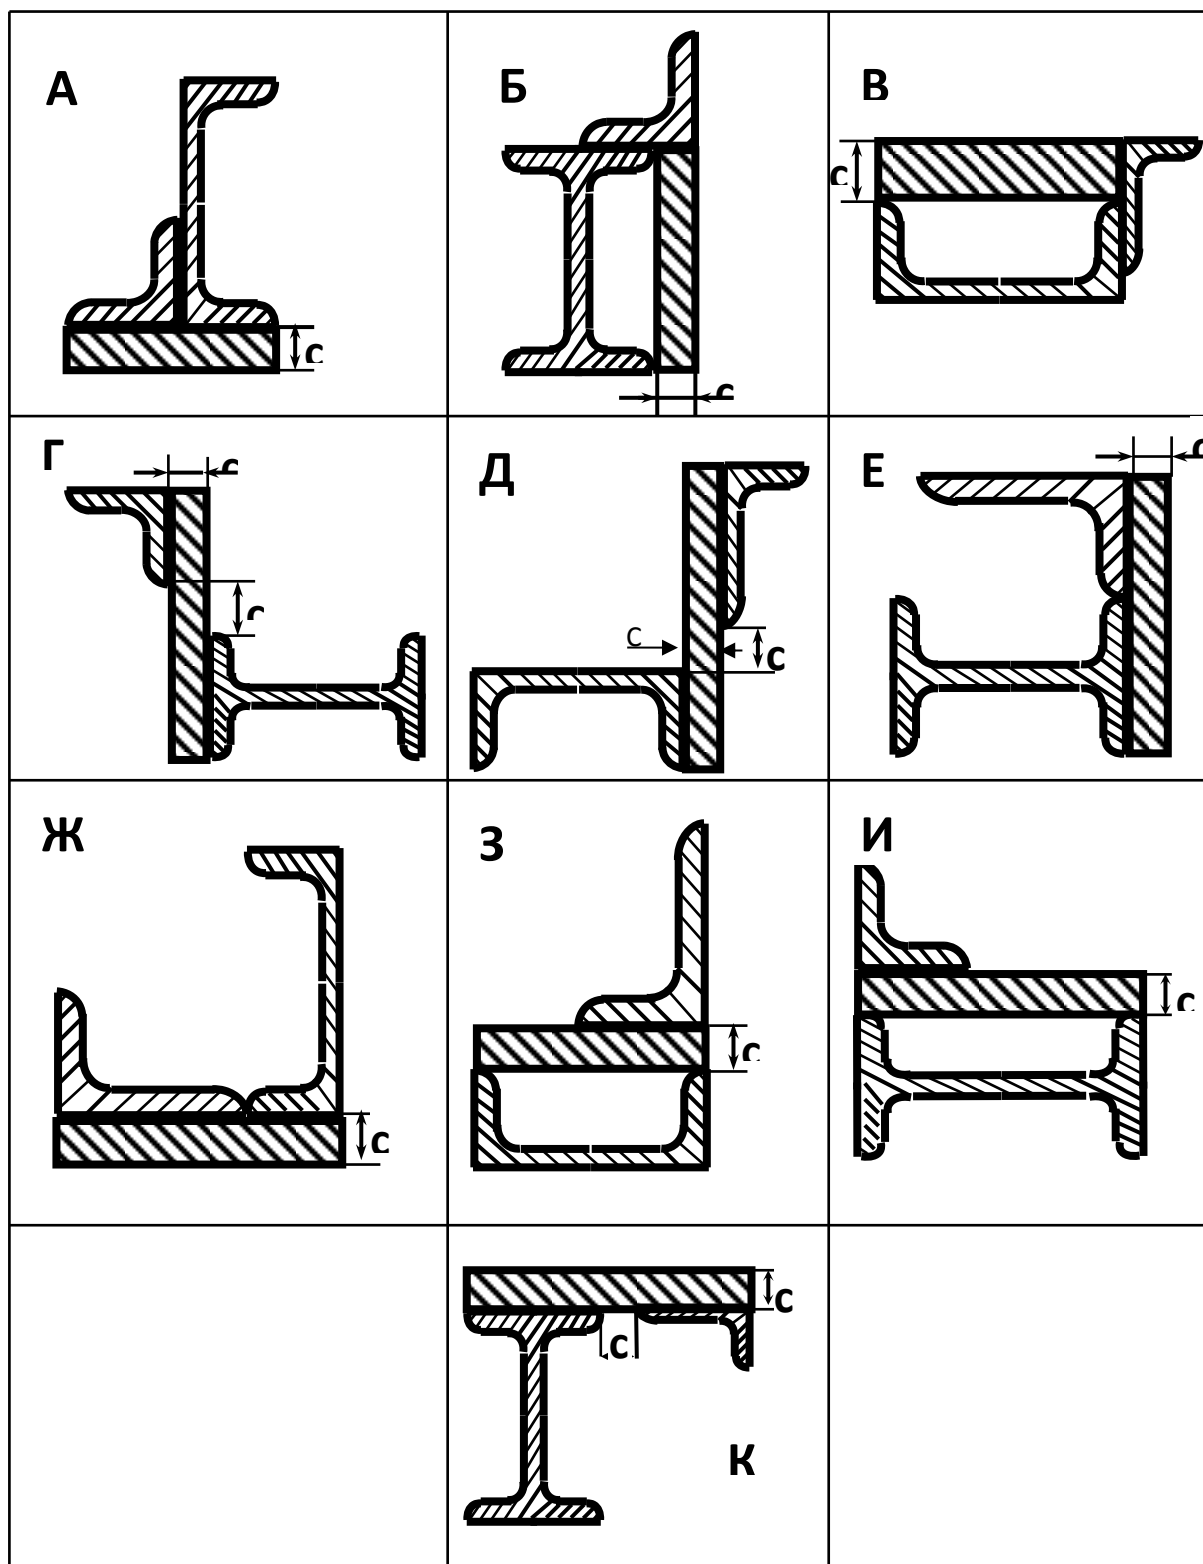

Рис.7
- 1) Для заданных на рис. 7 фигур, состоящих из прокатных профилей, требуется: